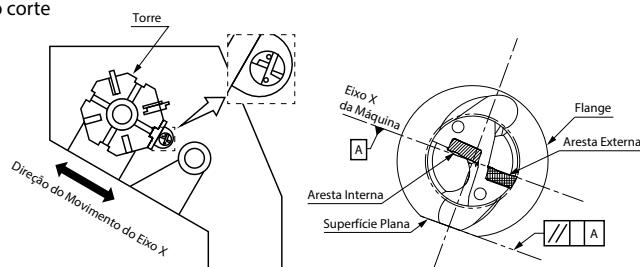

Fig.1 Instalação no Torno
1. Alinhe a marca da escala na periferia da flange da luva com o centro do plugue de refrigeração da broca. (Fig. 1)
2. Recomenda-se ajustar o inserto externo conforme mostrado na Fig. 1 com o inserto externo voltado para o operador. (Fig.1)
Ao instalar o inserto interno como mostrado na Fig. 1, ele será colocado cerca de 0,05 mm abaixo do Centro de Eixo (Fig.5).